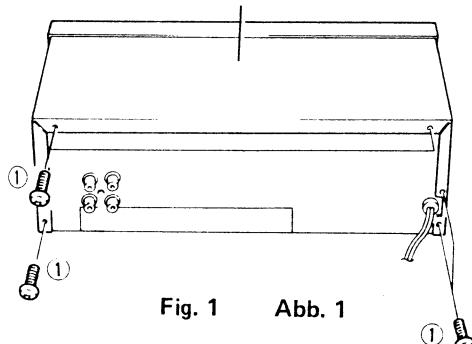

Fig. 1 Abb. 1
1. Upper Cover (Fig. 1)
1. Obere Abdeckung (Abb. 1)
1. Plaque supérieure (Fig. 1)